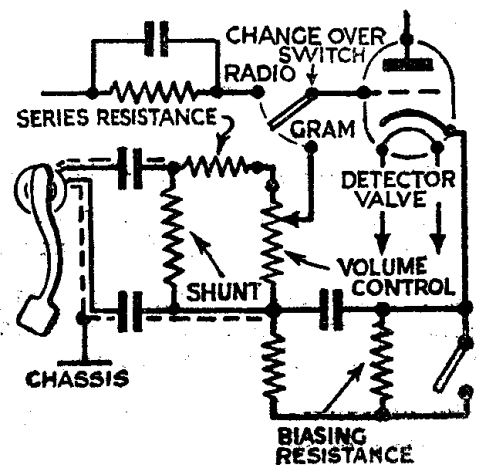

Fig. 6.
**D.C. MAINS OPERATED RECEIVERS (Fig. 6).**